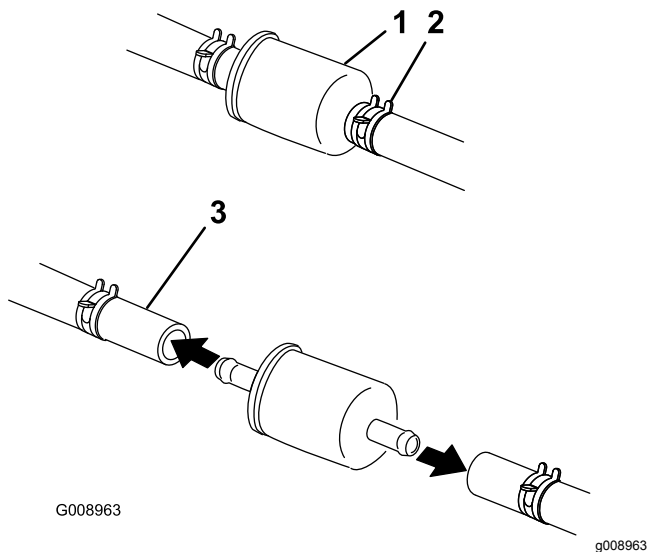

Figura 69
5. Sostituite il filtro del carburante (Figura 69).